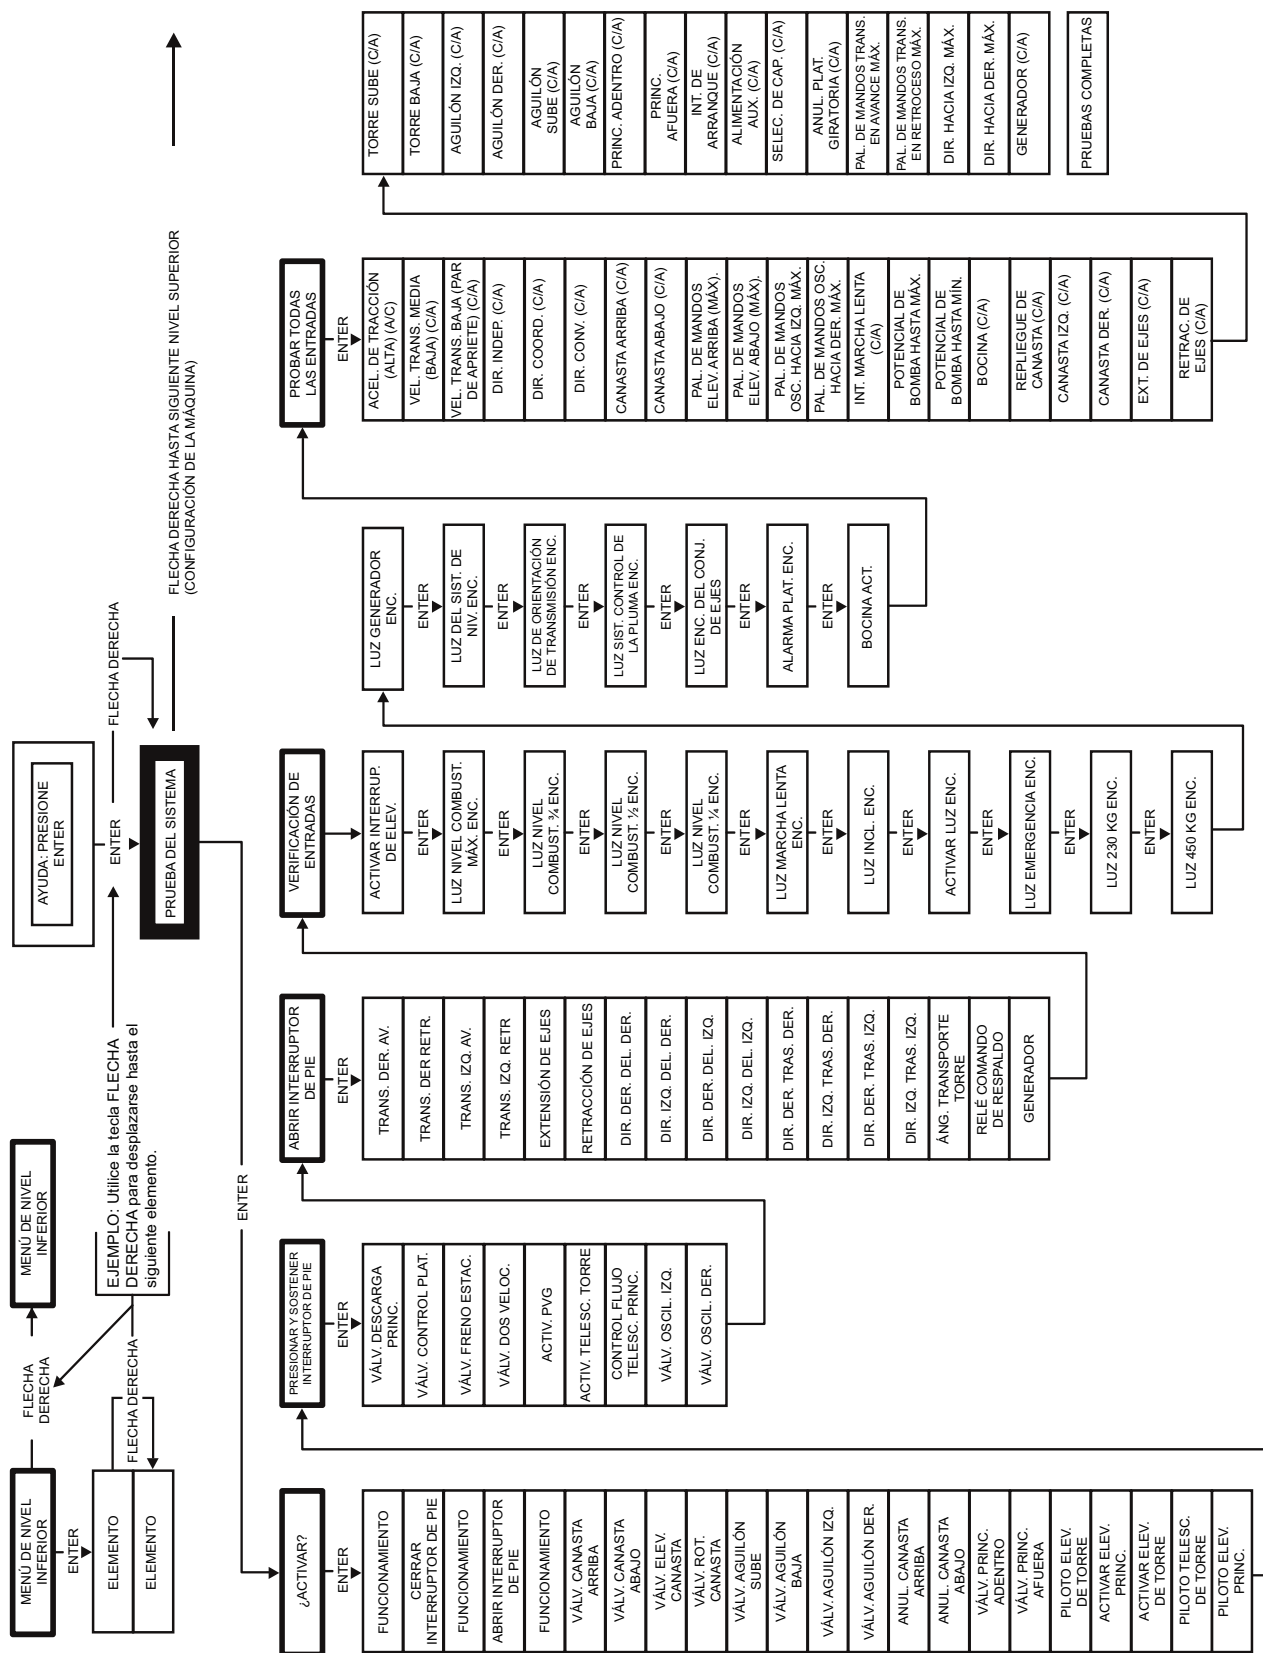

Figura 6-12. Diagrama de flujo de pruebas del sistema – Pruebas de la plataforma
7. Siga la ruta de flujo en la Figura 6-12., Diagrama de flujo de pruebas del sistema – Pruebas de la plataforma y ejecute las pruebas de componentes. Presione la tecla ESC en cualquier momento de la prueba para volver al menú principal sin completar todas las pruebas o espere hasta que las pruebas estén completas. Durante la secuencia PRUEBE TODAS LAS ENTRADAS, el analizador permite operar los interruptores de control y muestra si están cerrados (CL) o abiertos (OP).